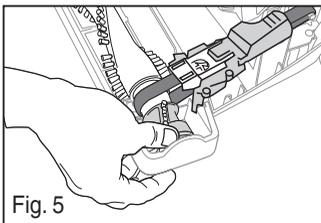

Fig. 5
- Coloque la herramienta en el extremo de la varilla o en la empuñadura del mango (Fig. 5).
- Primero inserte el extremo izquierdo del cepillo de rodillo. Asegúrese de que la tapa del extremo encaje en la base. Jale el lado derecho del cepillo de rodillo para estirar la banda e inserte la tapa del extremo derecho en la base (Fig. 5). Asegúrese de que la tapa se deslice a su posición. Haga que el cepillo de rodillo gire 2 vueltas para que la banda se centre.